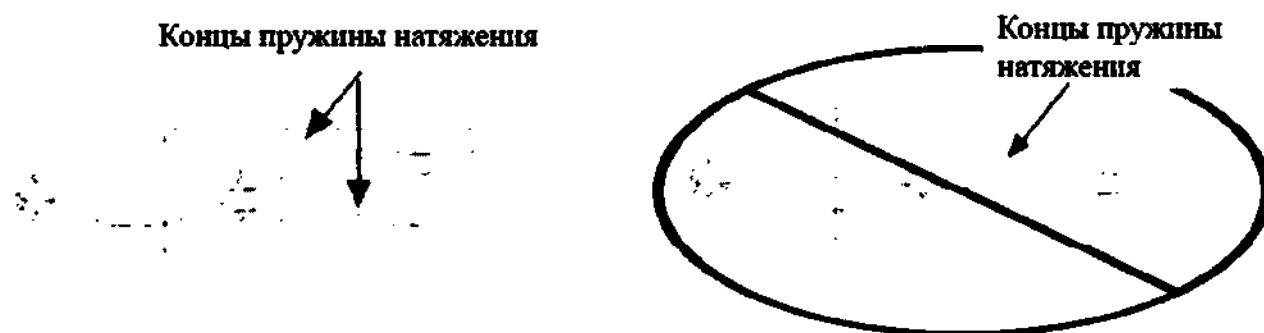

Рисунок 11.
3. Инструкция по применению медицинского изделия, рисунок 11.